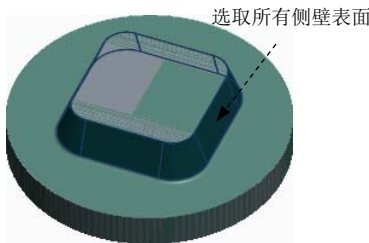

图 7.4.13 选取的曲面
Step5. 在弹出的 **SELECT SRFS (选择曲面)** 菜单中选择 **Add (添加)** 命令，在 **SURF/LOOP (曲面/环)** 菜单中选择 **Surface (曲面)** 命令，然后在工作区中选取图 7.4.13 所示的所有外表面。选取完成后，在“选择”对话框中单击 **确定** 按钮。